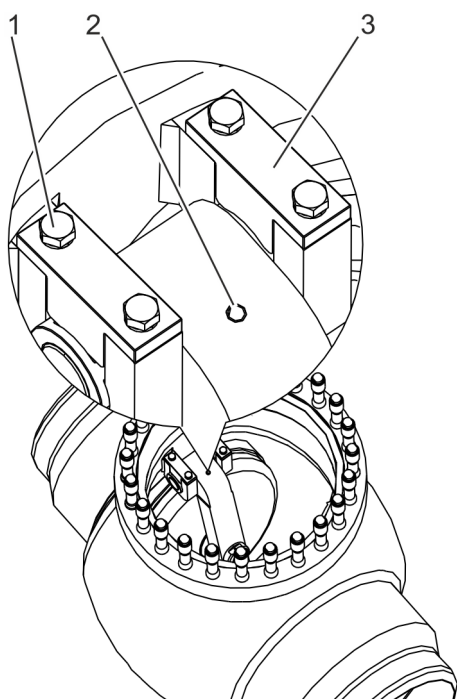

Fig. 33: Amarrar el brazo de la clapeta
2. ➤ Si existe un orificio (Fig. 33/2) en el brazo de la clapeta: atornille el cáncamo macho en el orificio situado en el brazo de la clapeta.
3. ➤ Suelte las uniones atornilladas (Fig. 33/1, 4 unidades) del soporte (Fig. 33/3) del eje de la clapeta y retírelas.
4. ➤ Retire los soportes (Fig. 33/3, 2 unidades).